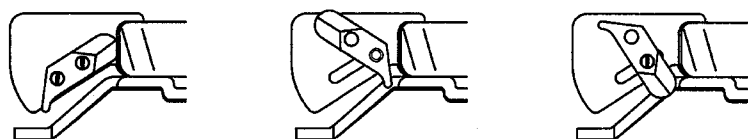

図 23
- カールを起こすきっかけつくる物で、生地に応じて位置、方向、厚みを変えてください。(図 23 参照)